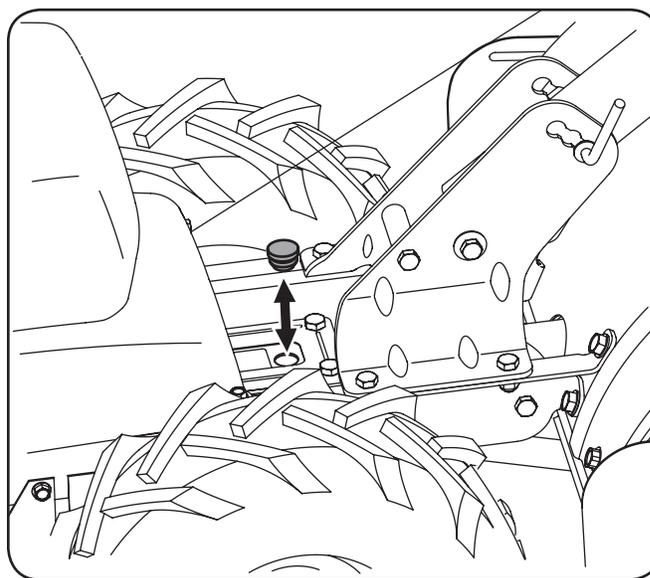

Figure 6-1
3. Retirez le bouchon de remplissage d'huile du boîtier de la transmission et regardez à l'intérieur pour repérer l'arbre d'entraînement. Voir Figure 6-1.